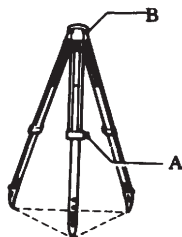

Рис. 1
- (1) Удерживая головку штатива примерно горизонтально зажмите винты А. (Рис. 1)